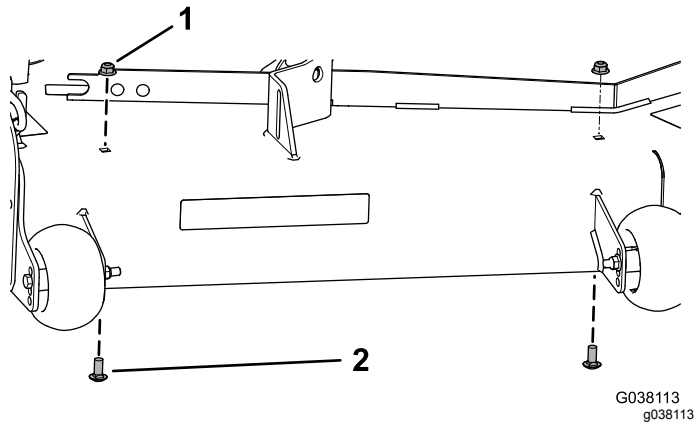

Figura 32
1. Rimuovete i 2 dadi flangiati preesistenti (3/8") e i 2 bulloni a testa tonda (3/8" x 7/8") dal piatto di taglio (Figura 32).